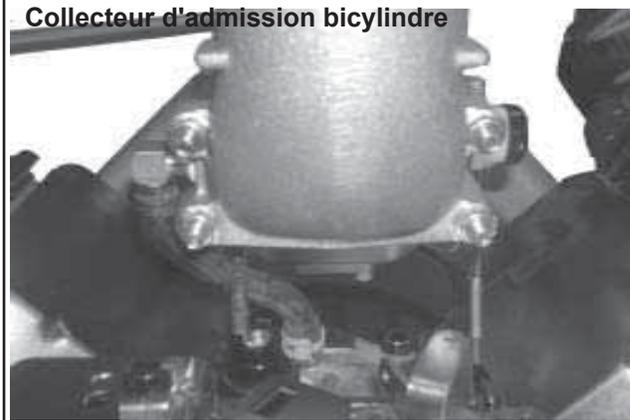

Figure 9-48. Enlèvement du collecteur d'admission.
2. Retirer le collecteur d'admission et les joints du collecteur d'admission (collecteurs d'admission en aluminium) ou les joints toriques d'étanchéité (collecteurs d'admission en plastique). Voir la Figure 9-48.